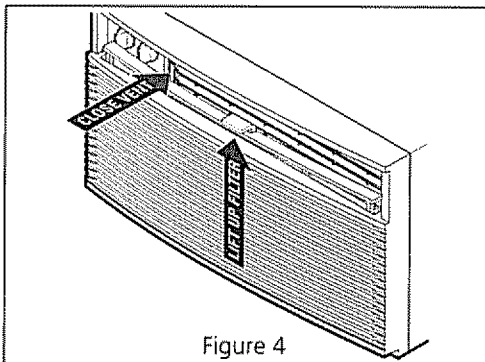

Figure 4
- Pour certains modèles, placez la poignée de commande de ventilation à la position FERMÉE. Soulevez le filtre en ligne droite vers le haut et dégagez-le (Figure 4).